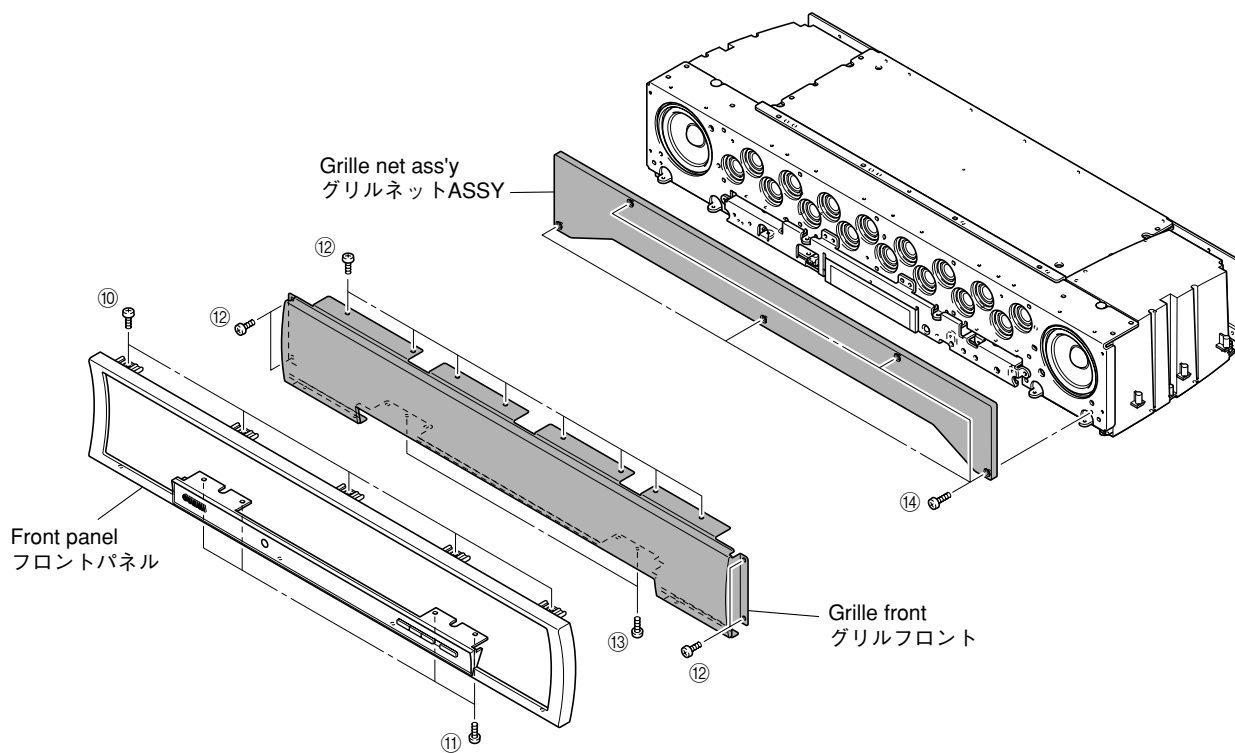

Fig. 3
- Remove 5 screws (10) and 4 screws (11). (Fig. 3)
- Remove the front panel forward gradually. (Fig. 3)
- Remove 12 screws (12) and 2 screws (13). (Fig. 3)
- Remove the grille front forward. (Fig. 3)
- Remove 5 screws (14) and then remove the grille net ass'y. (Fig. 3)
- ⑩のネジ5本、⑪のネジ4本を外します。(Fig. 3)
- フロントパネルを前方にゆっくり取り外します。(Fig. 3)
- ⑫のネジ12本、⑬のネジ2本を取り外します。(Fig. 3)
- グリルフロントを前方へ取り外します。(Fig. 3)
- ⑭のネジ5本を外し、グリルネットASSYを取り外します。(Fig. 3)